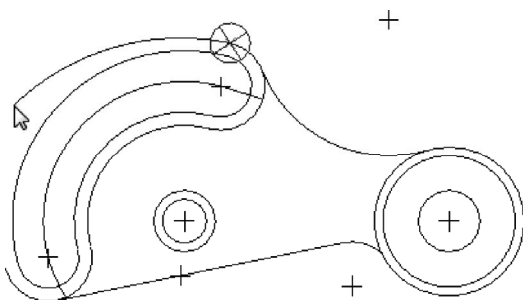

图 2-47 确认圆弧第一点
STEP 03 在绘图区中的合适端点上，单击鼠标左键，确认圆弧的第一点，并向左下方移动鼠标指针，如图 2-47 所示。